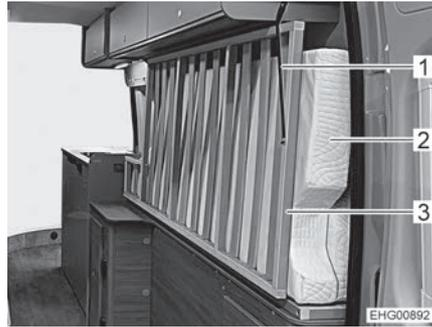

Fig. 46 Cama derecha en posición de transporte
- Plegar longitudinalmente el colchón (Fig. 46,2) de la cama derecha (visto en la dirección de marcha) y empujarlo completamente hacia fuera de pie sobre su borde (véase Fig. 46).
- Plegar el somier (Fig. 46,3) de la cama derecha hacia arriba.
- Retener el extremo trasero del somier con la cinta de sujeción (Fig. 46,1).